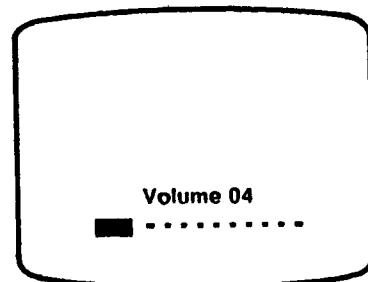

Рис. 1.
1. С помощью кнопок "VOLUME +" и "VOLUME -" пульта дистанционного управления (ПДУ) установите значение громкости (Volume) равное "04" (рис. 1).